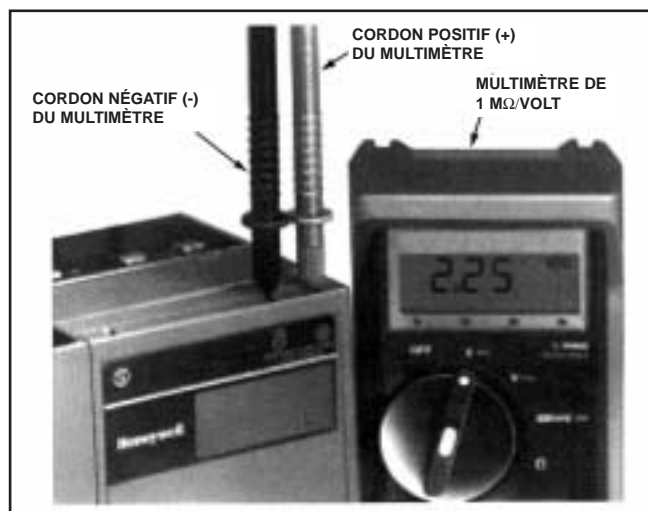

Fig. 21. Mesure du signal de flamme
Mesure du signal de flamme (Tableau 7 et fig. 21)
3. Introduire la sonde positive (rouge) dans le jack + de l'amplificateur de flamme et la sonde négative (noire) dans le jack (Com) (voir fig. 21)